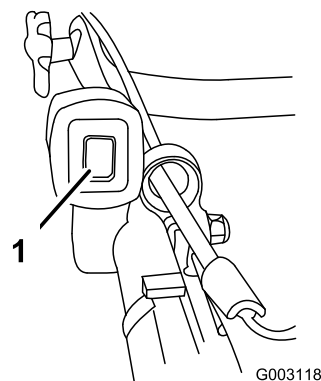

Figura 20
1. Spingete l'interruttore di accensione in posizione On (I) (Figura 20).